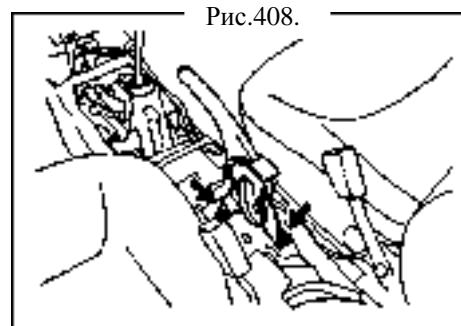

Рис.408.
- (c) Снимите 2 болта и рычаг стояночного тормоза (Рис.408).